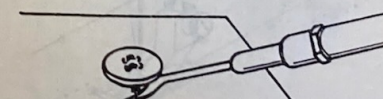

Abb. 46
29. Anwendung des Nahttrenners (Abb. 46, 47 und 48)